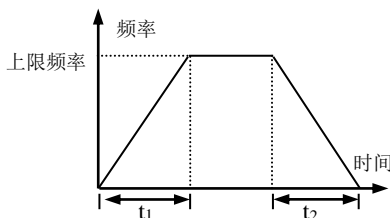

图 6-4 直线加减速
**0：直线加减速方式。**输出频率按照恒定斜率递增或递减，如图 6-4 所示。